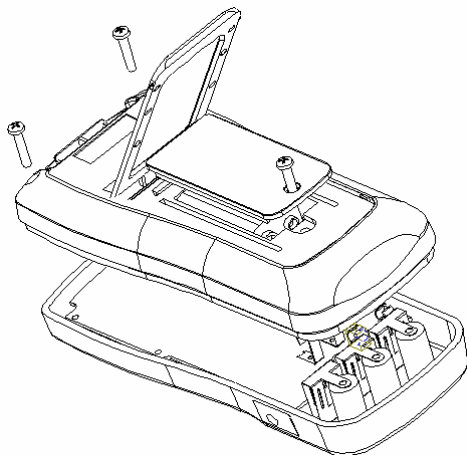

Figura 10. Reemplazo del fusible
2. Afloje los tornillos con un desarmador adecuado y remueva la cubierta inferior como en la Figura 10